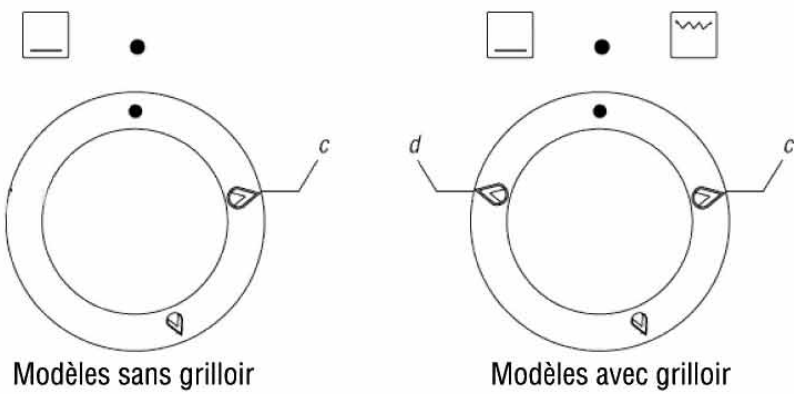
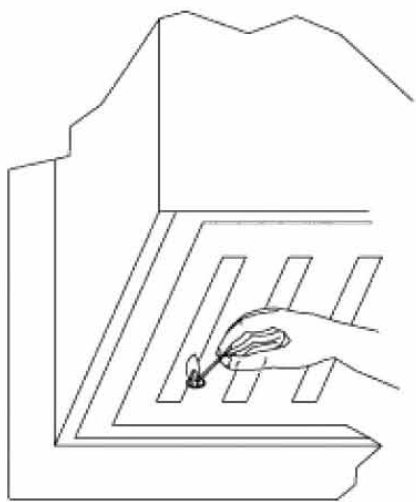

Figure 17
Figure 18
Appuyez et tournez simultanément la manette du four dans le sens inverse des aiguilles d'une montre, placez-la sur la position grande flamme (Figure 17, rep "c") et approchez un allume-gaz (ou une allumette) au niveau du trou de la tôle inférieure prévu pour l'allumage (Figure 18). Maintenez la manette de commande enfoncée pendant 10 secondes environ après allumage. Assurez-vous que le brûleur est complètement allumé.
*Appuyez et tournez la manette du four dans le sens des aiguilles d'une montre, placez-la sur la position grande flamme (Figure 17, rep "d").*